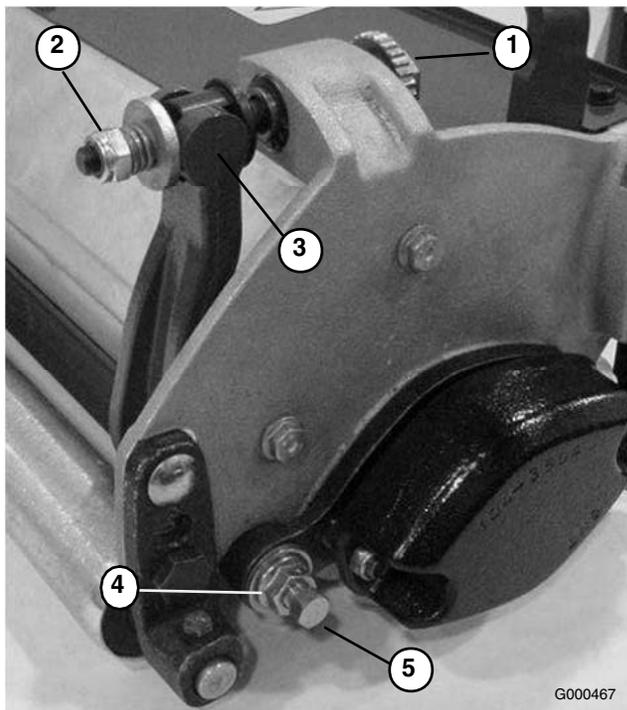

Figura 55
- Rode o parafuso de ajuste da barra de apoio no sentido contrário ao dos ponteiros do relógio, para afastar a lâmina de corte do cilindro (Figura 55).
2. Faça recuar a porca da mola tensora até que a anilha deixe de estar sob tensão contra a barra de apoio (Figura 55).
3. Desaperte a porca de bloqueio que segura a cavilha da barra de apoio, em cada um dos lados da máquina (Figura 55).
4. Remova cada uma das cavilhas da barra de apoio, de modo a permitir puxá-la e retirá-la da máquina. Guarde as duas anilhas de nylon e as duas anilhas de aço prensado de cada uma das extremidades da barra de apoio (Figura 55).